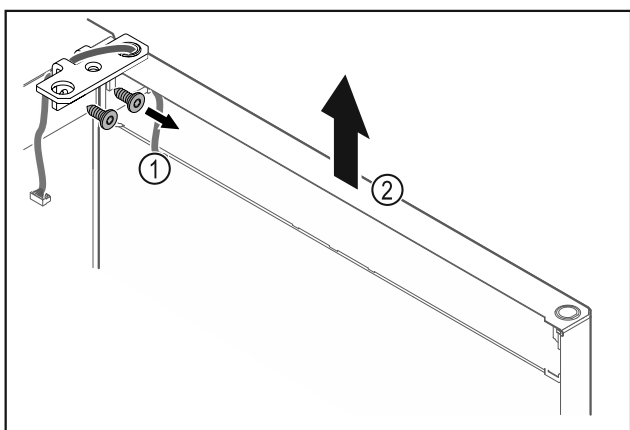

Fig. 24
- Lironi vidat e profilin të menteshës Fig. 24 (1).
- Ngrini drejt lart derën së bashku me profilin e menteshës Fig. 24 (2) rreth 200 mm dhe hiqni.